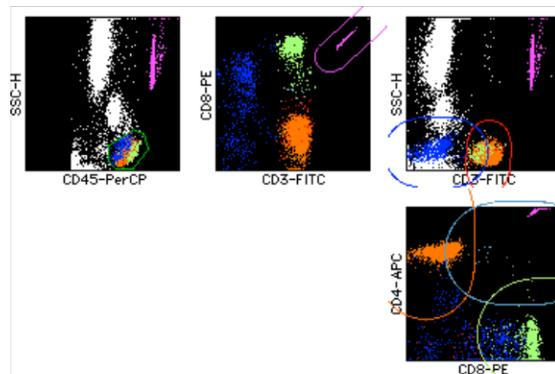

Figura 12: Gráficos apresentados no Laboratory Report.
6.9. Avaliar os gráficos. As posições dos gates, attractors e populações celulares devem aparecer de forma semelhante ao gráfico a seguir (**Figura 12**).